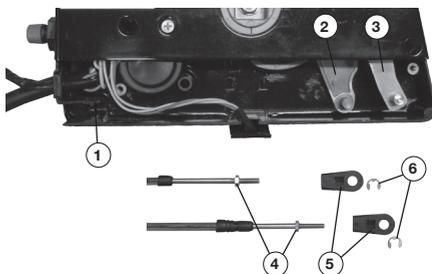
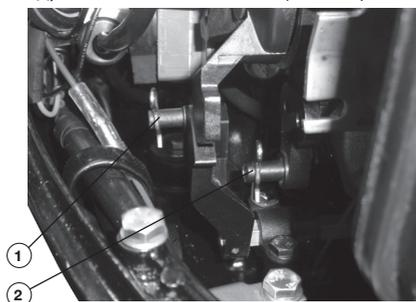
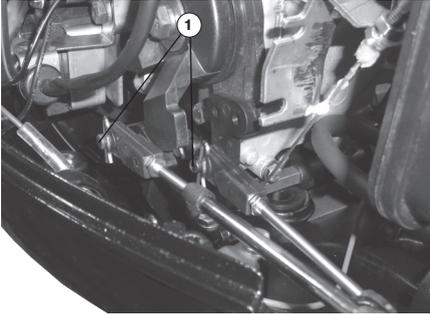

Рис. 11 Подключение тросов к блоку дистанционного управления
Рис. 12 Оси кронштейнов для подключения тросов на моторе
Рис. 13 Подключение тросов к кронштейнам на моторе
- Установите наконечники 5 тросов управления на оси рычагов привода тросов управления на блоке дистанционного управления (Рис. 11). Закрепите наконечники 5 на осях рычагов 2 и 3 стопорными кольцами 6 (Рис. 11).
- Установите наконечники тросов управления на оси кронштейнов 1 переключения передач и 2 управления дроссельной заслонкой на моторе (Рис. 12). Закрепите наконечники на осях кронштейнов шплинтами 1 (Рис. 13).
Наконечник троса переключения передач, другой конец которого был подсоединен к рычагу 1 (Рис. 11) на блоке дистанционного управления, нужно установить на ось кронштейна 1 переключения передач (Рис. 12). Наконечник троса управления дроссельной заслонкой, другой конец которого был подсоединен к рычагу 2 (Рис. 11) на блоке дистанционного управления, нужно установить на ось кронштейна 2 управления дроссельной заслонкой (Рис. 12).